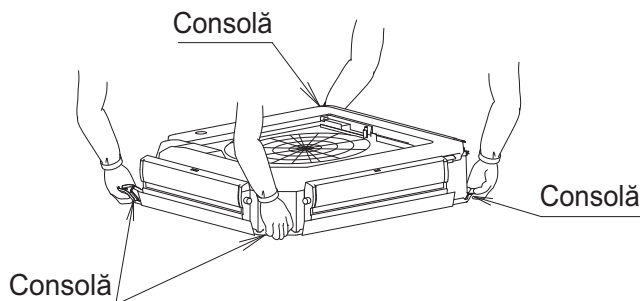

Fig. 9
- Când transportați unitatea interioară, țineți-o de consolele metalice. **(Consultați Fig. 9)**